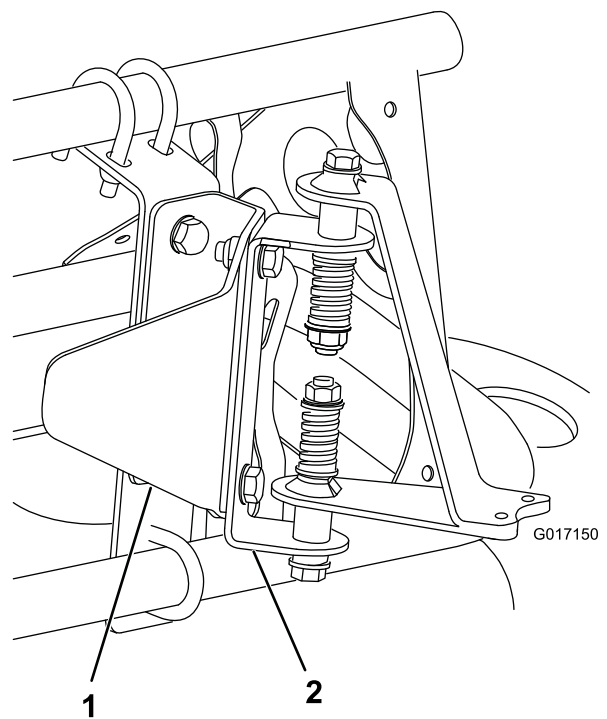
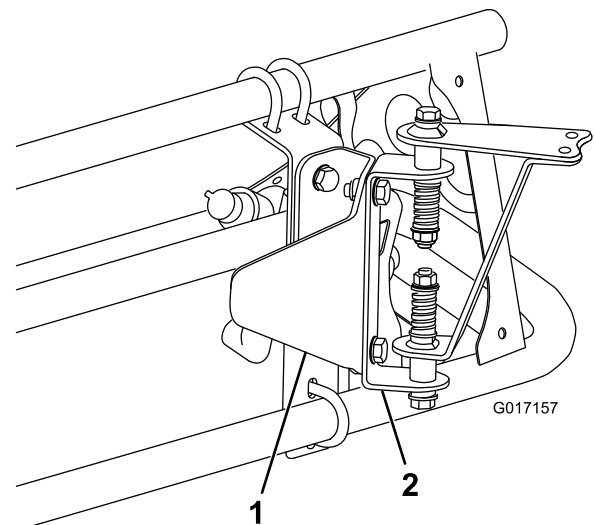

Bild 11
Bild 12
3. Montieren Sie die Befestigungen für die Sensorbefestigung mit zwei Schrauben (5/16" x 3/4") und zwei Sicherungsmuttern (5/16") an der Sensorschutzvorrichtungshalterung, wie in Bild 11 (für einen abgedeckten Ausleger) oder in Bild 12 (für einen nicht abgedeckten Ausleger) dargestellt.